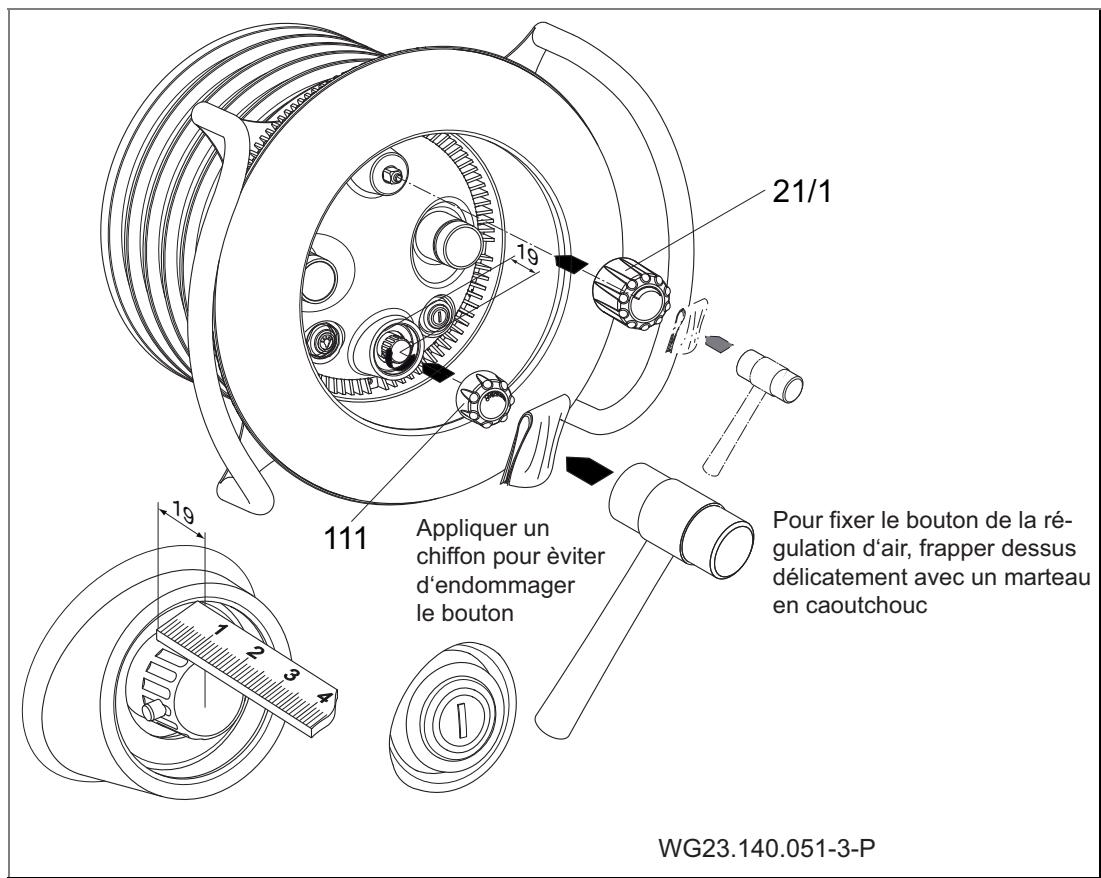

Fig. 19
12. Primavera: Fixer le bouton de régulation de débit (111) et de régulation d'air (21/1) à l'aide d'un marteau en caoutchouc et d'un tissu de protection. (Fig. 19)
1. Retirer le capuchon de régulation du débit (111) et de l'air (21/1). Voir "Fig. 19"
2. Desserrer les vis taraudeuses (112) et retirer le capot de lumière (110).